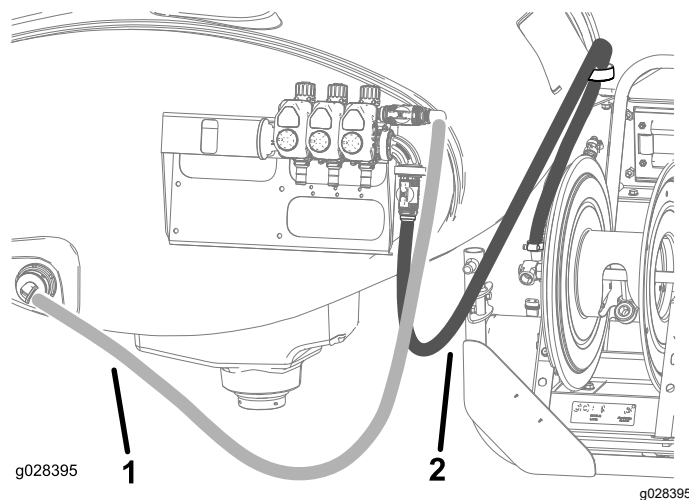

図 24
17. ホースリール給液ホースを 図 24に示すように配設して、ホースクランプを使ってホースリールに取り付ける。